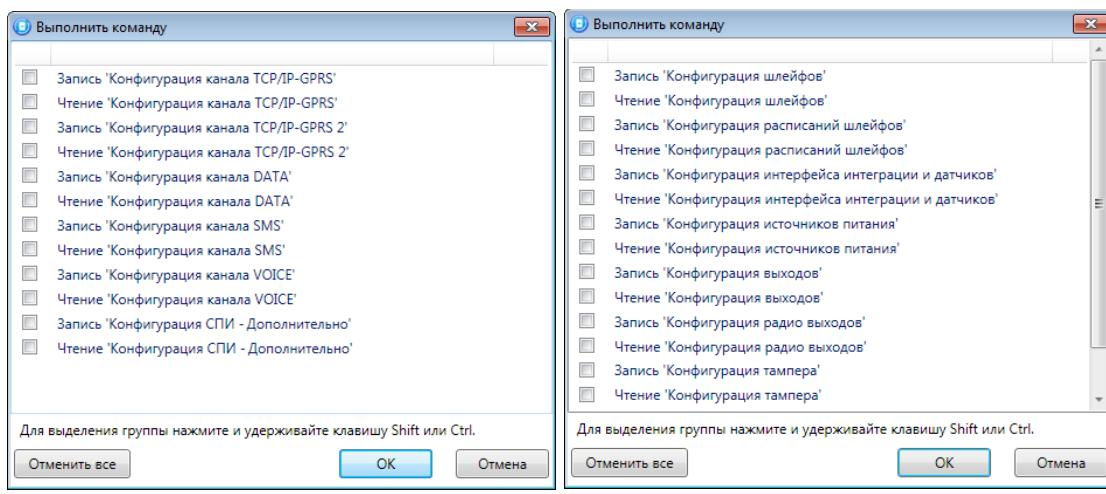

Рисунок 13.2 — Окно *Выполнить команду* (а — конфигурация УОО, б — конфигурация ППК)
- **Выполнить команду:** открытие окна *Выполнить команду* (см. рисунок 13.2), с помощью которого могут быть записаны или считаны отдельные группы параметров (актуально при медленной скорости передачи данных или тарификации по объему передачи данных).